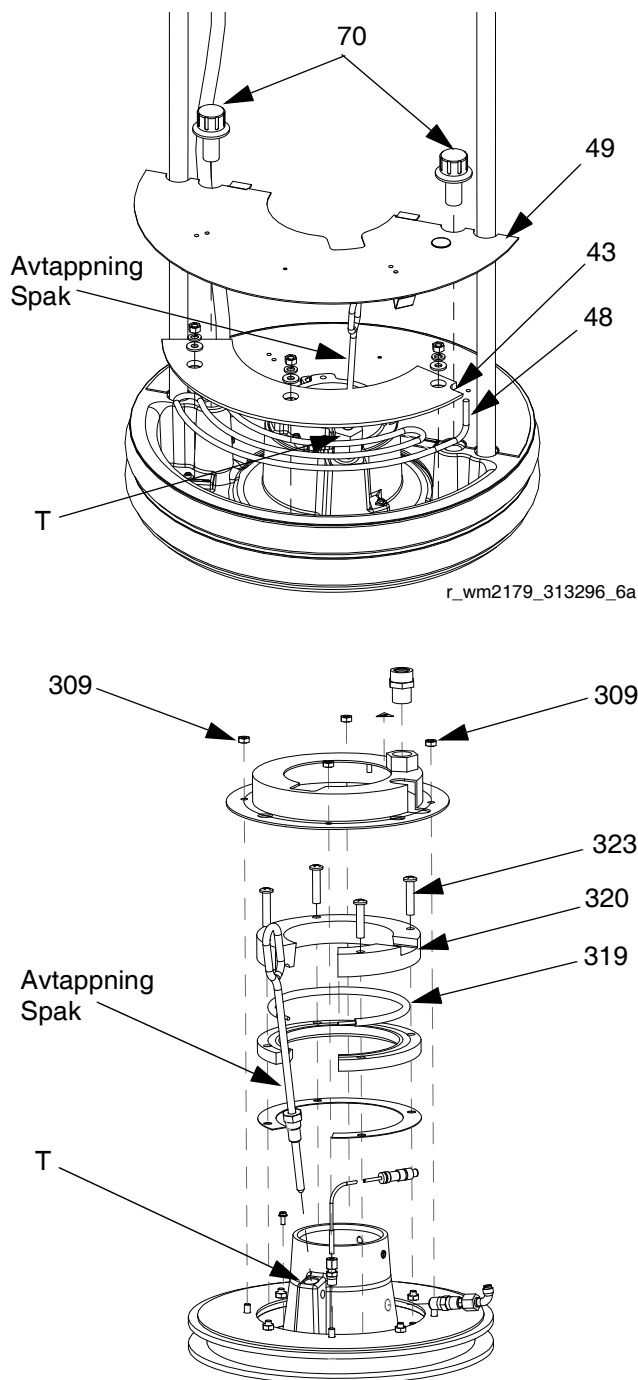

FIG. 30: Avlägsna tryckplattans skyddskåpor och värmarna
4. Avlägsna avtappningsspaken från plattan. Tryck avtappningsspaken genom avtappningsventilen (T) för att ta bort restprodukter. Se FIG. 30.
5. Ta bort tryckplattans skyddskåpor. Se FIG. 30.
- a. Ta av skruvar (70) eller muttrar (309) på tryckplattans skyddskåpa.
- b. För platta på 200 l (55 gallon) (D200 76 mm (3 tum) och D200s 165 mm (6,5 tum) matarenheter): Ta bort tryckplattans båda höljen (49) och jordledningen från tryckplattan.
*För mindre tryckplattor (D60 76 mm (3 tum) matarsystem): Koppla från pumpen från plattan, se **Koppla från pumpen från tryckplattan**, sidan 51. Lossa skruvarna (323) på den övre värmeplattan (320). Avlägsna den övre värmeplattan.*
6. Avlägsna överflödig vätska. Använd en mjuk borste på värmespolarna (48) eller värmaren (319). Se FIG. 30.
7. Kontrollera om plattans värmeblock (43 eller 320) eller värmare (48 eller 319) har bränn- eller smältfläckar. Byt ut tryckplattans värmeblock eller värmaren vid behov. Se FIG. 30.